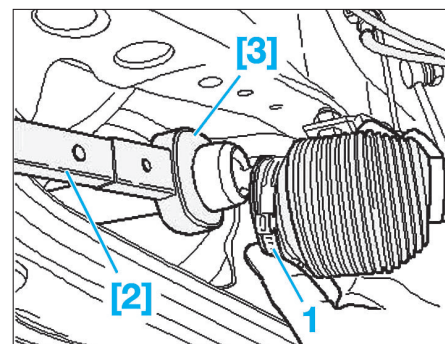

Fig. 14
- le collier de serrage (1) (Fig.14),